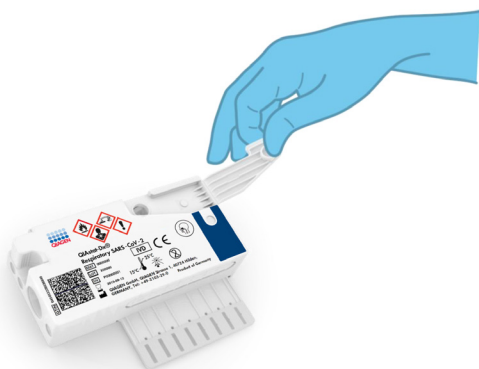

Рис. 19. Открывание крышки отсека для проб основного порта.
4. Откройте крышку отсека для проб основного порта на передней стороне QIAstat-Dx Respiratory SARS-CoV-2 Panel Cartridge (рис. 19).